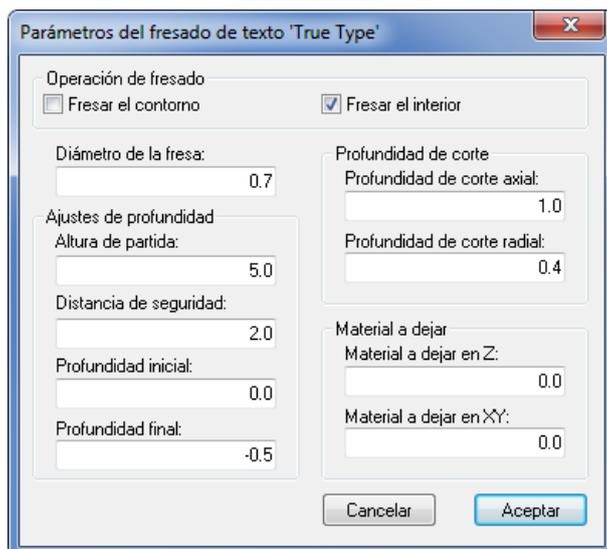

Figura 13.8: Parámetros del fresado de texto TrueType.
1. Vuelva a la ventana del dibujo haciendo clic en la pestaña correspondiente (A).
2. Haga clic en el botón **Nuevo** (B) e introduzca un comentario para la operación.
3. Haga clic en el botón **Parámetros** (C).
4. Inserte los nuevos valores de los parámetros tal y como se muestran en la figura 13.8 (recuerde seleccionar la opción **Fresar el interior**).